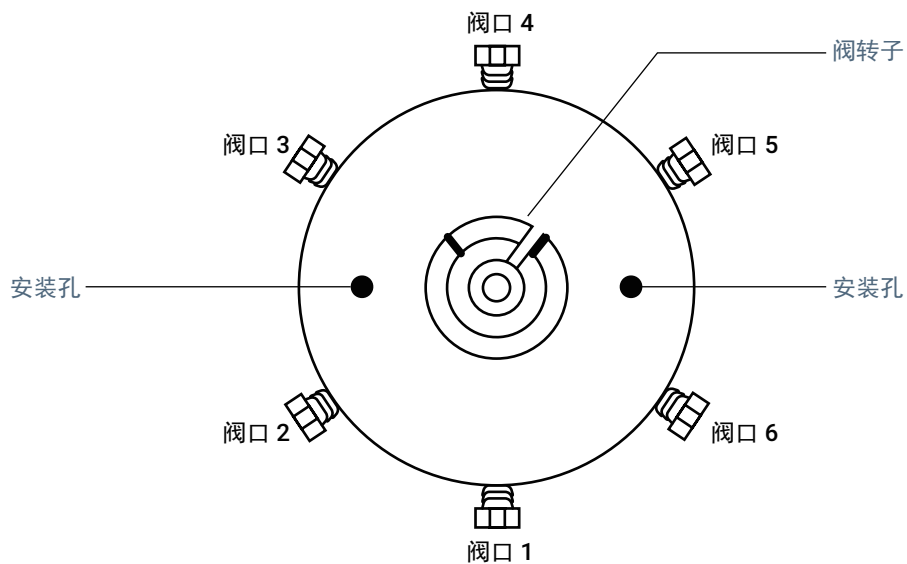

图 24. 六通阀和阀转子
- 9 使用小型笔形吸铁器，将新转子安装到六通阀上，转子 ID 字母朝向端口 4（图 24）。